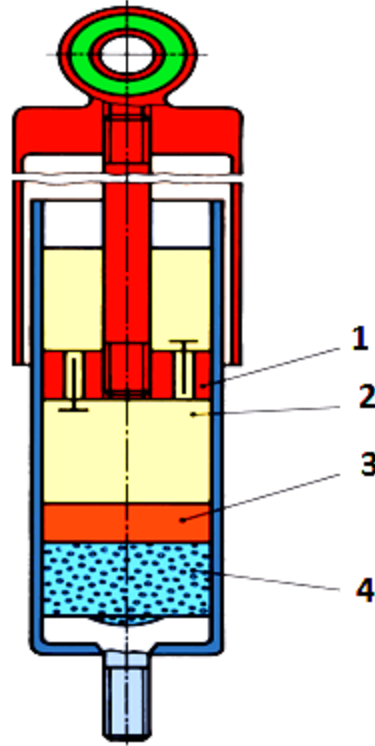

Fig.11
- Q32. Donner le nom de l'élément (fig.11) ;